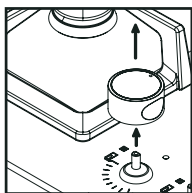

Fig. 26
2. Retire la perilla del control halando hacia arriba, ver fig. 26.